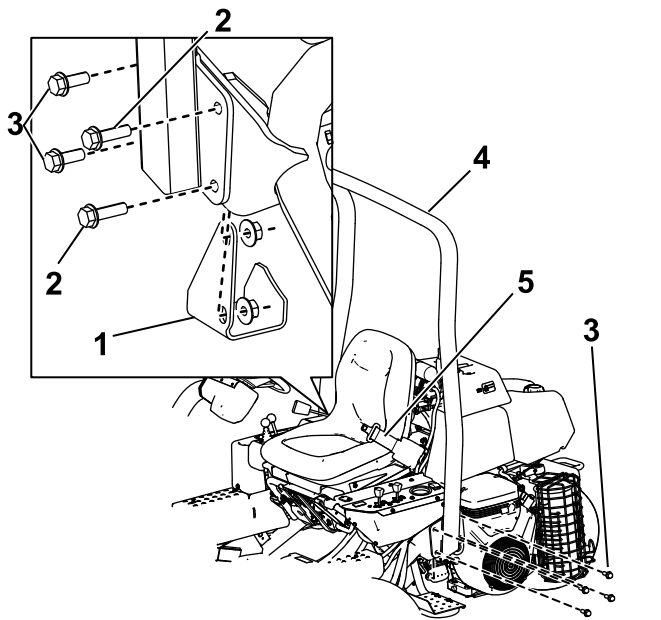

图 4
2. 将翻车保护杆 图 4 放低到安装支架上与安装孔对齐。
3. 用 4 个螺栓 1/2 x 1 1/2 英寸和锁紧螺母将翻车保护杆的左侧固定到安装支架上图 4。
5. 用 2 个螺栓 1/2 x 1 1/2 英寸、2 个螺栓 1/2 x 1 3/4 英寸和锁紧螺母将翻车保护杆的右侧和先前卸下的千斤顶垫固定到安装支架上如图 4 所示。